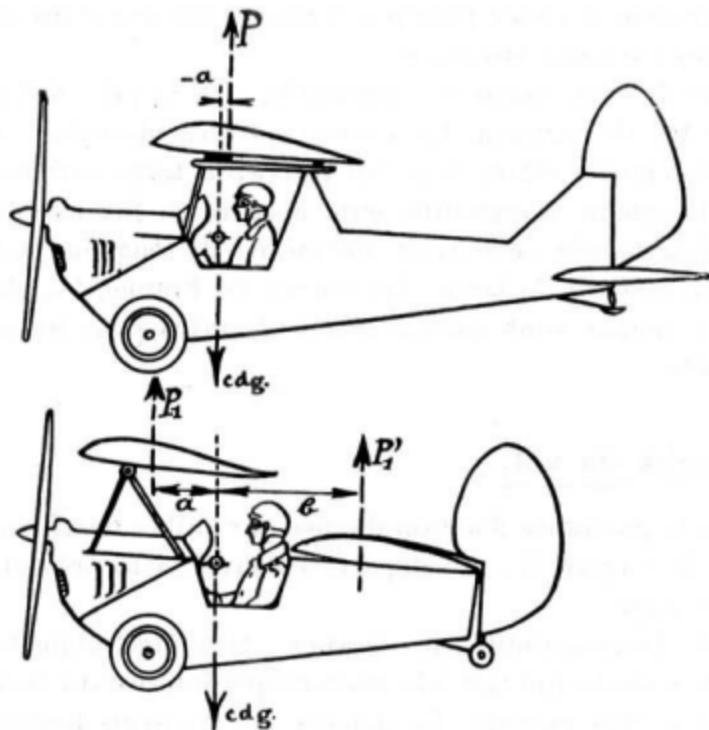

Fig. 80.
Le Pou-du-Ciel n'a pas besoin de centrage précis. Il est trop chargé sur l'arrière pour qu'il faille, comme sur les avions, déterminer son centre de gravité au centimètre près (fig. 80) (1).
(1) Ces lignes, écrites en 1933, je n'ai garde d'y toucher. Le « centrage » du Pou-du-Ciel a été l'objet de grandes discussions, d'une violente polémique, où j'ai lu beaucoup d'âneries. Je préciserais plus loin la méthode, sans laisser place au doute.